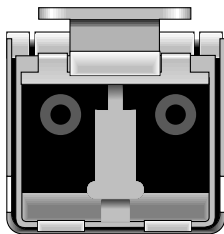

FIGURE 6-4 Connecteur duplex à l'extrémité d'un SFP
2. Branchez l'une des extrémités d'un câble Fibre Channel au connecteur duplex situé à l'extrémité du SFP, comme indiqué à la FIGURE 6-4.